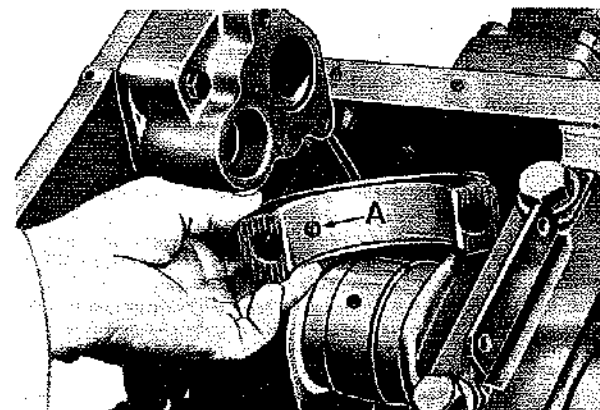

Fig. 35
- Inserire il cappello biella facendo coincidere il grano con il foro sulla bronzina (Fig. 35).